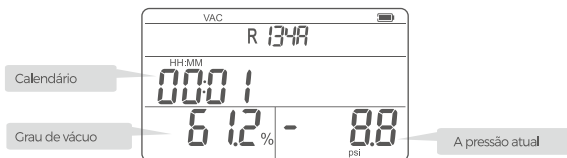

Figura 4 Interface de teste de vácuo
5. A interface (Figura 4) exibe o valor atual da pressão do sistema, o grau de vácuo do sistema e o tempo de entrada nesta interface.